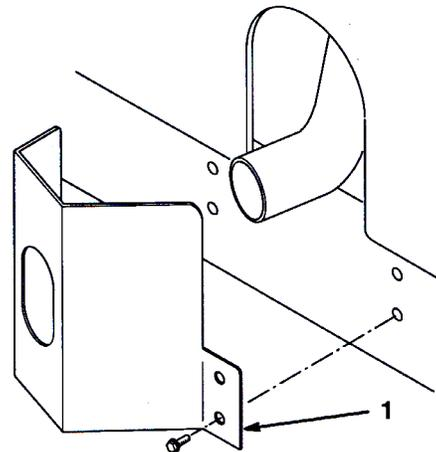

図 5
- フレームについている取り付け穴に合わせてマフラー部にガードを取り付ける (図5)。
- タップ・ネジ4本で固定する (図5)。